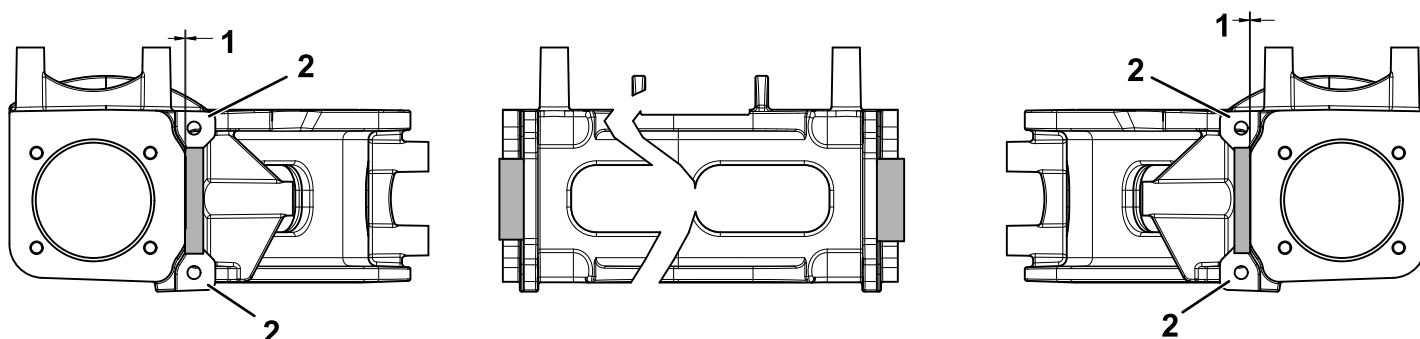

Рисунок 8
2. Удалите шлифовкой слой 0,76 мм на каждой стороне заднего моста, как показано на Рисунок 8.
Внимание: Не шлифуйте поверхности, показанные на Рисунок 8.